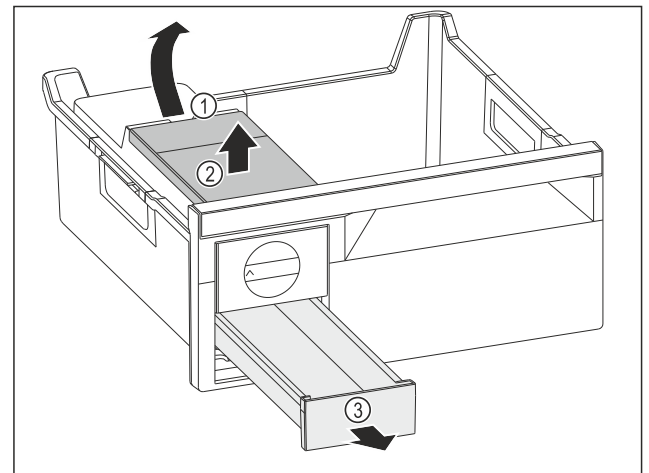

Fig. 86
- Wassertank entnehmen: Wassertank an der Aussparung Fig. 86 (1) anheben.
- Wassertank Fig. 86 (2) nach oben entnehmen.
- Eiswürfelschubfach Fig. 86 (3) nach vorne entnehmen.